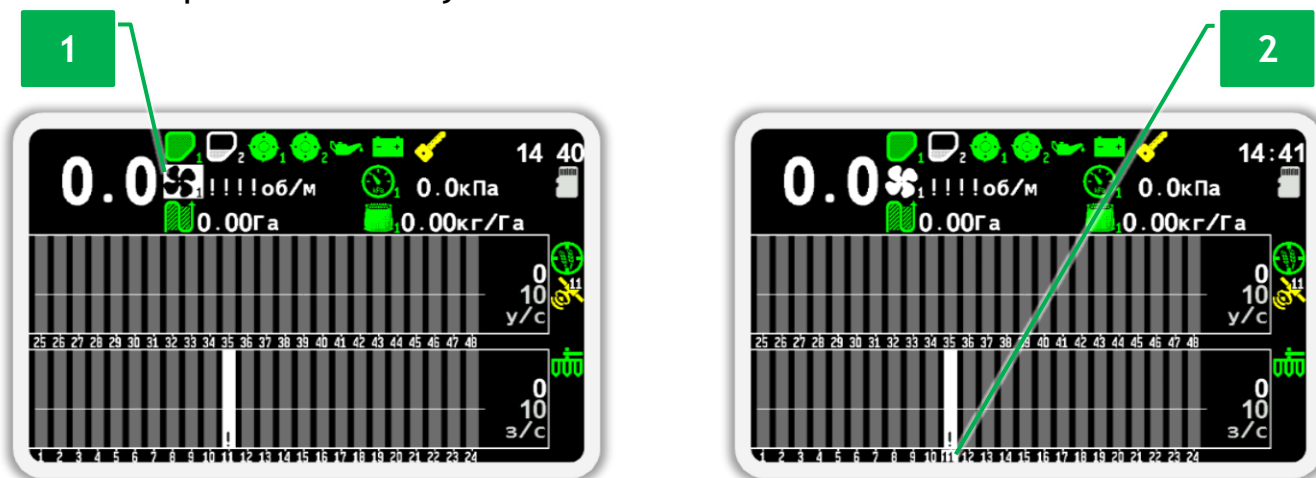

Рисунок 23 Пример выбранных датчиков: 1 - выбран датчик контроля вентилятора, 2 - выбран датчик высева №11 (белый фон у номера датчика)
2. Нажимайте кнопку  «Вниз» (или  «Вверх») до тех пор, пока не выберите снятый с контроля датчик. Примеры выбранных датчиков изображены на Рисунок 23.